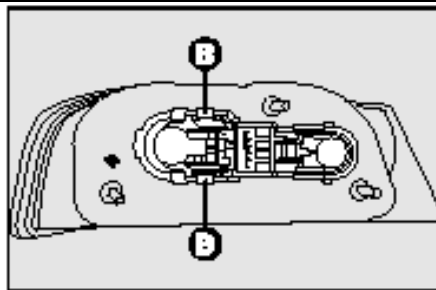

рис.35
- Извлеките блок патронов, нажав на фиксаторы **B** – **рис.35**
□ Установить на место блок патронов и правильно закрепить его при помощи фиксатора **B** – **рис.35**;